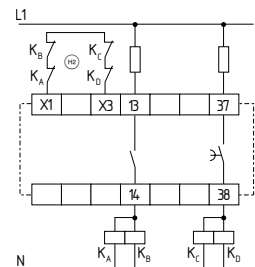

Fig. 21
**Commande à 2 canaux avec boucle de retour (Fig. 21)**